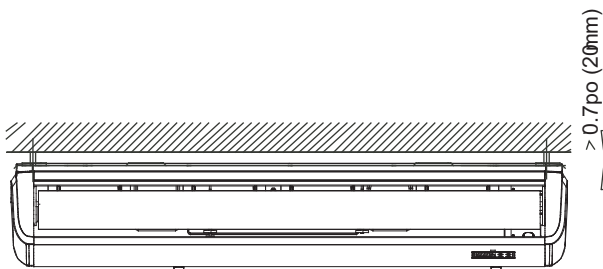

Fig. 16 — Installation de l'appareil
4. Installez l'appareil (consultez la figure 16).